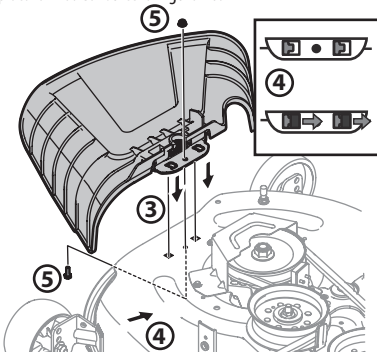

Figura 10
3. Ubique el deflector del canal en la plataforma, asegúrese de insertar las lengüetas de dicho deflector en los orificios de la plataforma. Consulte la Figura 10.
4. Deslice el deflector del canal hacia la parte posterior del tractor hasta que el orificio del perno que está en el deflector del canal quede alineado con el orificio de la plataforma. Consulte la Figura 10.